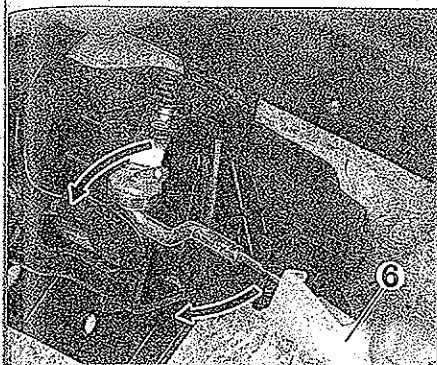

FIG. 54
- Desconectar el cable (6) de mando de apertura (fig. 54).